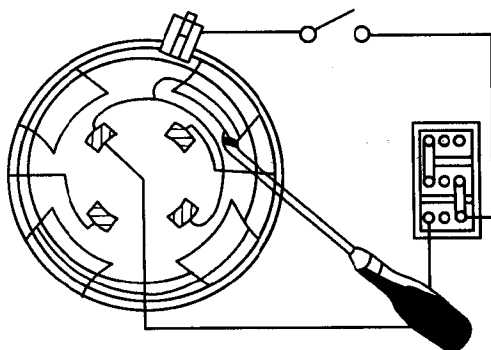

图 1-13 起动机短路检测
• 短路检测。如图 1-13 所示,用蓄电池 2V 直流做电源,接通开关后,把螺丝刀放到每一个磁极上,各吸引力应相同。若吸引力太小,则线圈有匝间短路;若出现无吸力,则表示线圈有断路。